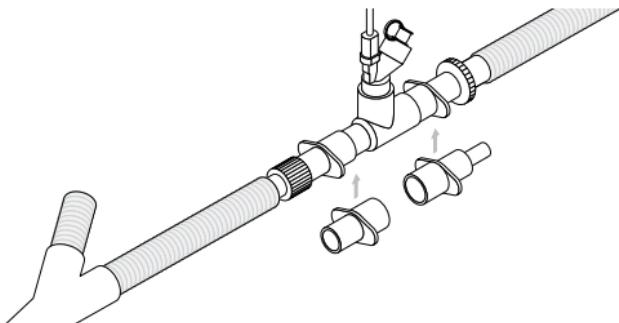

Rysunek 5. Podłączanie nebulizatora Aerogen Solo do obwodu oddechowego.
1. W przypadku **obwodów oddechowych u dorosłych** o średnicy 22 mm podłączyć nebulizator do ramienia wdechowego obwodu oddechowego przed trójkątem, używając łącznika T dla dorosłych (Rysunek 5).
Uwaga: Rysunek 5 przedstawia sposób podłączenia jedynie u osób dorosłych.